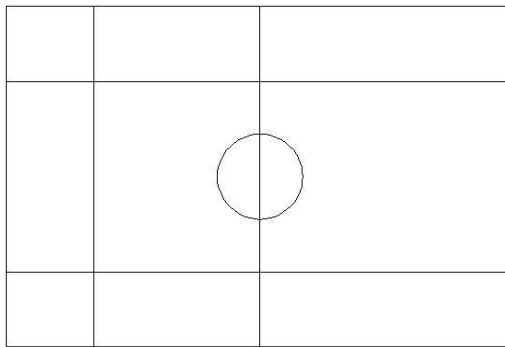

Figura 13 - Construção do Campo
16. Clique na linha de fundo e dentro do campo respectivamente. E obtenha a figura 13.